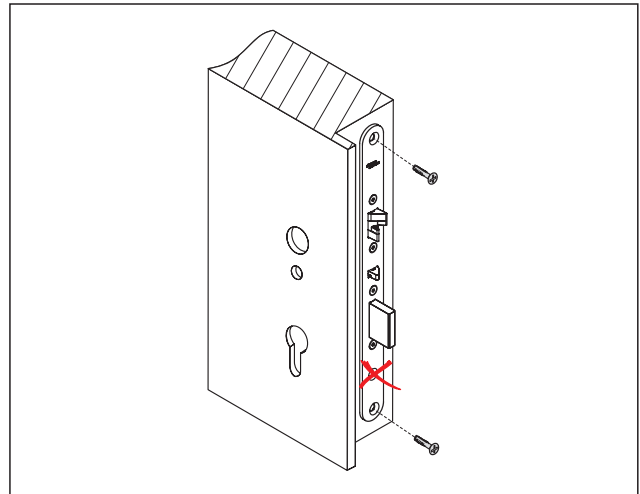

Abb. 24 Türschloss festschrauben
4. Das Türschloss festschrauben (Abb. 24).